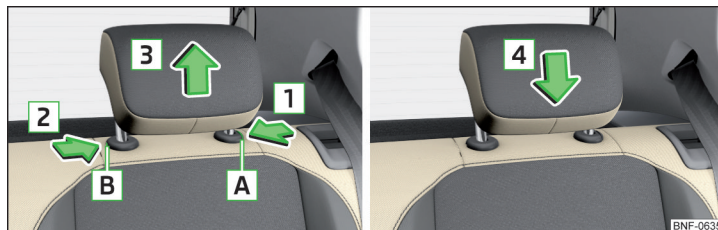

Fig. 52 Hovedstøtter bagside: Afmontering / Montering
- » Tryk på låseknappen **A**, og hold den i pilens retning **1** » Fig. 52.
- » Skub støtten i i pilens retning **4**, indtil låseknappen går i hak » Fig. 52.